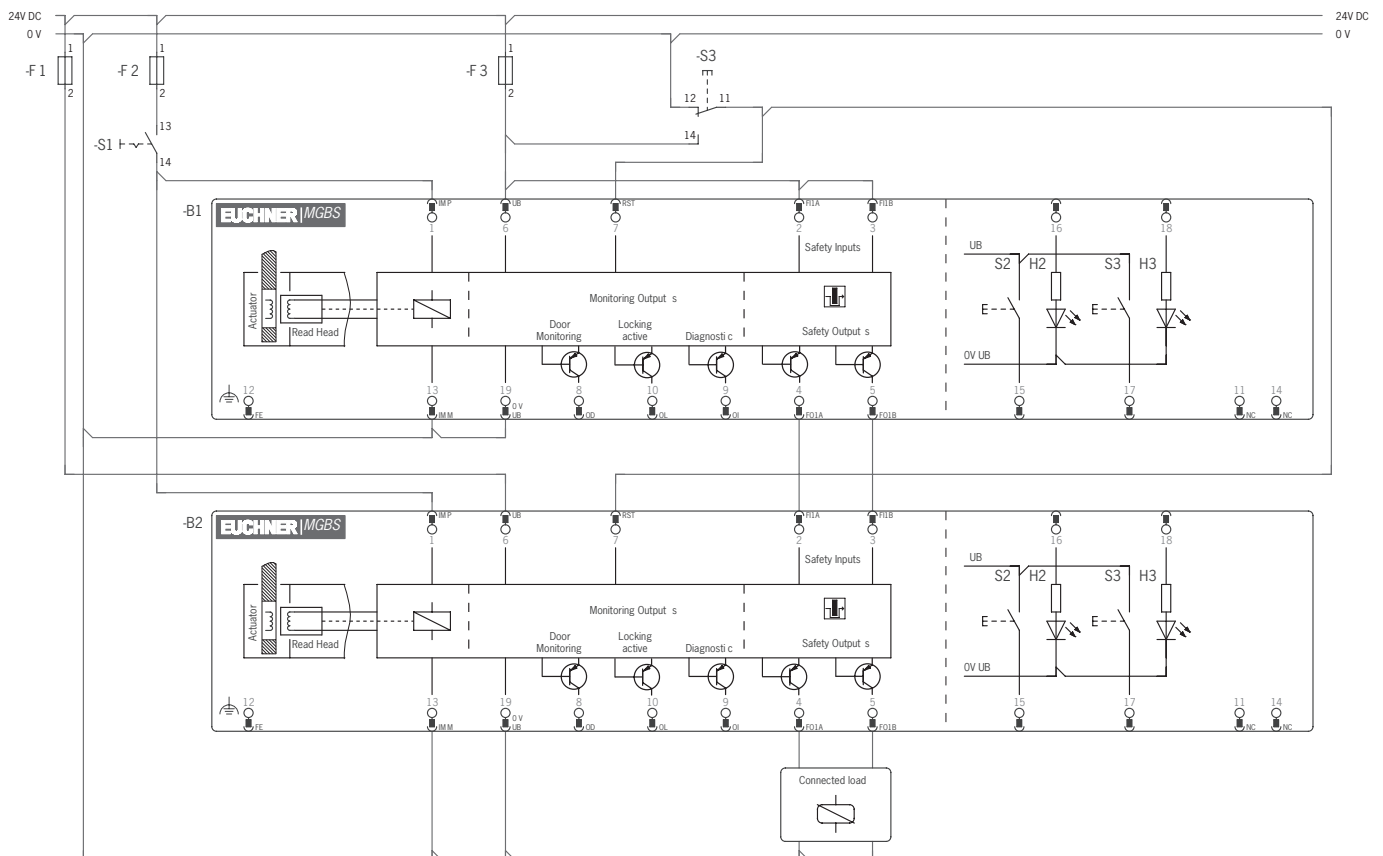

Fig. 6 : Exemple de raccordement pour utilisation en série ; version avec connecteur M23
- ▶ Il faut utiliser un signal commun pour tous les modules d'interverrouillage en série. Cela peut être un inverseur ou encore la sortie d'une commande / d'un automate. Un bouton ne convient pas car la réinitialisation en cours de fonctionnement doit toujours être sur GND (voir l'interrupteur S3 sur la Fig. 6 à la page 30).
Pour que cela soit possible, l'entrée RST doit être connectée comme indiqué sur la *Fig. 6 à la page 30*.